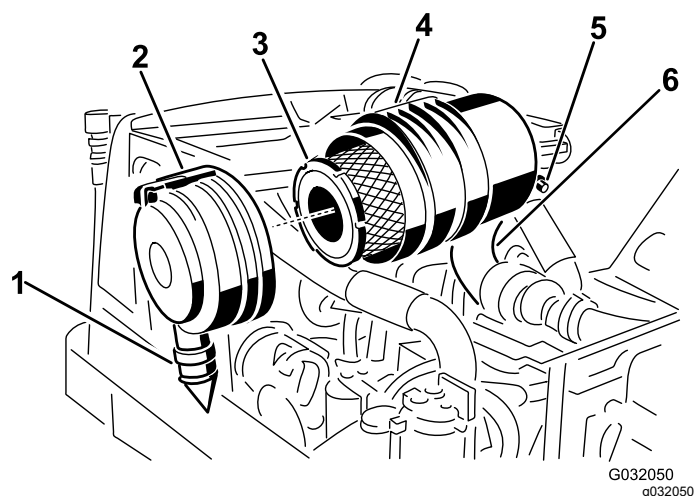

Figura 47
2. Retire el filtro primario (Figura 47).
3. Cambie el filtro primario (Figura 47).
las posiciones de las 5 y las 7, visto desde el extremo y cierre el enganche (Figura 47).